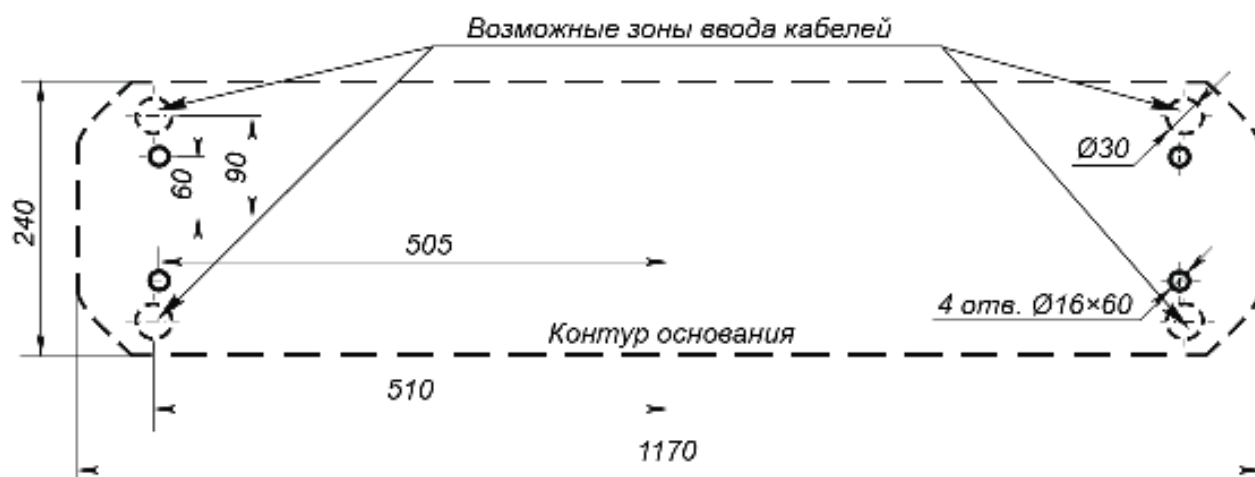
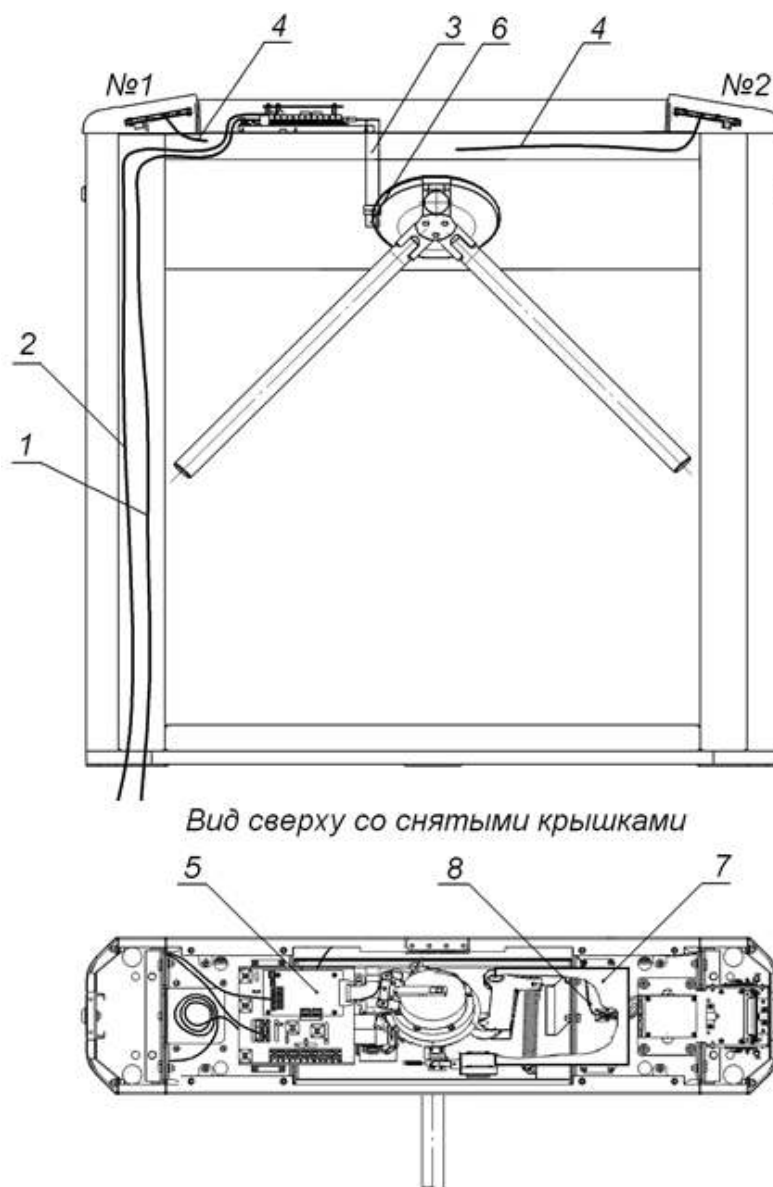
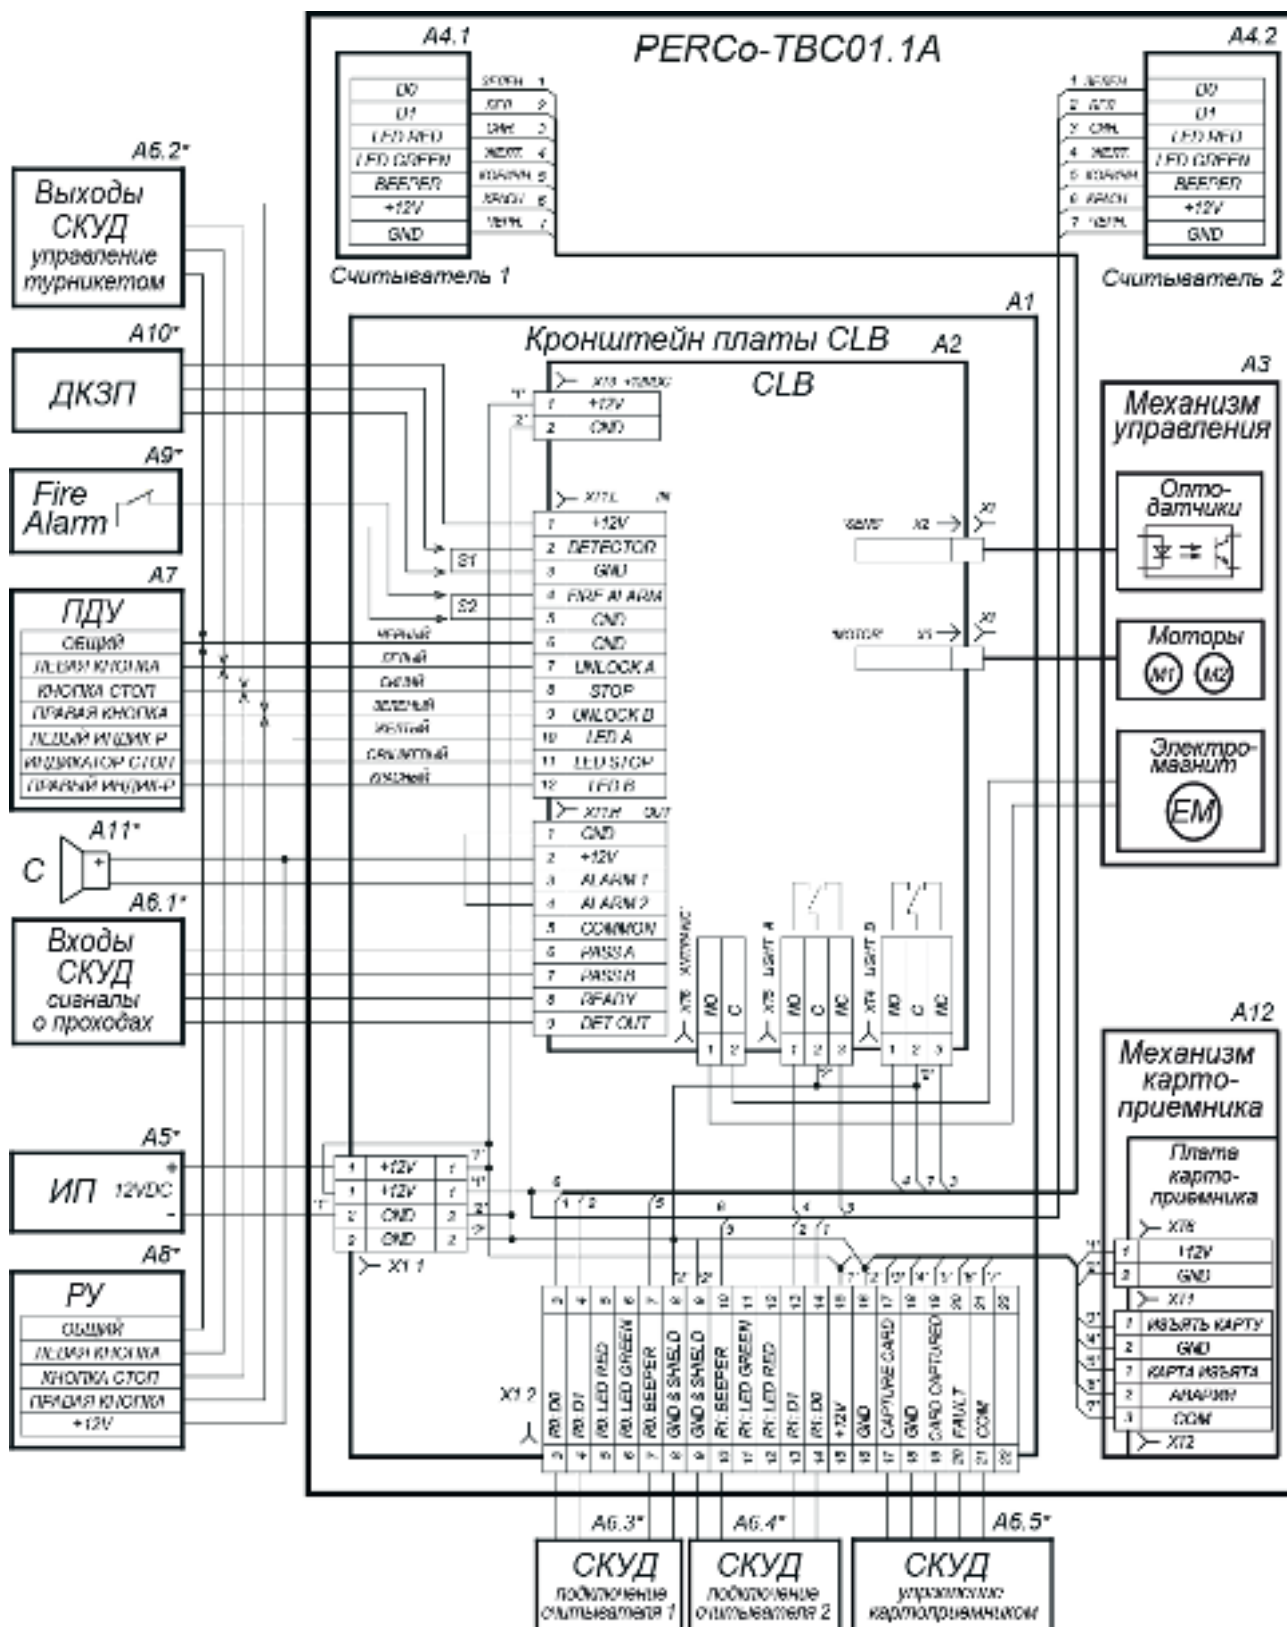

Рисунок 12. Схема разметки для установки стойки турникета
Рисунок 13. Схема прокладки кабелей в стойке турникета
Рисунок 14. Схема электрических соединений турникета¹
2. Подготовьте в полу отверстия под гильзы анкеров для крепления стойки турникета (см. рис. 12). При необходимости прокладки кабелей под поверхностью пола подготовьте в полу кабельный канал, подходящий к зоне ввода этих кабелей в стойку турникета. Установку и крепление стойки производите после прокладки всех кабелей в кабельном канале и внутри стойки. Прокладка кабелей внутри стойки показана на рис. 13.
4. Демонтируйте заглушку стойки (7) и контейнер картоприемника (9), открыв ключом замки (8, 10). Установите стойку турникета на гильзы анкеров и закрепите ее болтами М10.
6. Снимите крышку турникета (3), отвернув ключом винт установочный (13) (см. разд. 6).
7. Подключите кабель питания (14) к клеммной колодке **X1.1** (см. рис. 14).
9. Подключите при необходимости кабели от других устройств к соответствующим клеммным колодкам платы управления (см. рис. 5 и рис. 14). Проверьте правильность и надежность всех электрических подключений.
11. Установите на место крышку (3) (см. разд. 6), заглушку стойки (7) и контейнер картоприемника (9) в порядке, обратном снятию.
Возможна установка картоприемника с противоположной стороны турникета. При этом торцевые крышки (5) со считывателями свои местоположения не меняют. При производстве механизм картоприемника установлен со стороны считывателя №2 (см. рис. 13).
1. Снимите крышку (3) в порядке, указанном в разделе 6.
2. Извлеките контейнер картоприемника (9), открыв замок (10).
3. Извлеките заглушку (7) с противоположной стороны, открыв замок (8).
4. Демонтируйте торцевые крышки (5); каждая крышка крепится двумя винтами M4×16 и двумя шурупами Ø4,2×19 снизу со стороны контейнера (9) или заглушки (7); кабели считывателей, находящихся внутри крышек, не отсоединяйте.
7. Отсоедините кабель картоприемника (8, рис. 13) со стороны платы картоприемника.
9. Переложите кабель картоприемника (8, рис. 13) на сторону считывателя №1. Для фиксации кабеля используйте самоклеящиеся площадки и пластиковые стяжки, входящие в комплект поставки.
10. Подсоедините кабель картоприемника (8, рис. 13) к плате картоприемника (см. рис. 10) согласно схеме (рис. 14).
11. Установите торцевые крышки (5) в рабочее положение и закрепите в порядке, обратном снятию.
12. Установите в рабочее положение контейнер картоприемника (9) со стороны механизма картоприемника, а заглушку (7) – с противоположной стороны.
13. Установите крышку (3) в рабочее положение (см. разд. 6).
Передача данных от считывателей осуществляется по интерфейсу *Wiegand*. Подключение считывателей к контроллеру СКУД необходимо производить экранированным кабелем в соответствии с рис. 14.
* Линии управления светодиодной индикацией считывателей при производстве подключены к клеммным колодкам **XT4**, **XT5** платы управления (см. рис. 14). Для осуществления внешнего управления индикацией от контроллера СКУД необходимо отключить синие и желтые провода считывателей от разъемов **XT4**, **XT5** платы управления, и подключить их к соответствующим контактам выносной клеммной колодки **X1.2**.
Конструкцией турникета предусмотрена возможность установки платы контроллера СКУД внутрь корпуса турникета. Установка платы осуществляется на кронштейн (7, рис. 13). Максимальный допустимый размер устанавливаемой платы контроллера 160×150×35 мм.
Подключение контроллера к плате управления турникета производится в соответствии с рис. 14. Управление механизмом картоприемника от контроллера СКУД осуществляется согласно требованиям раздела 5.7.